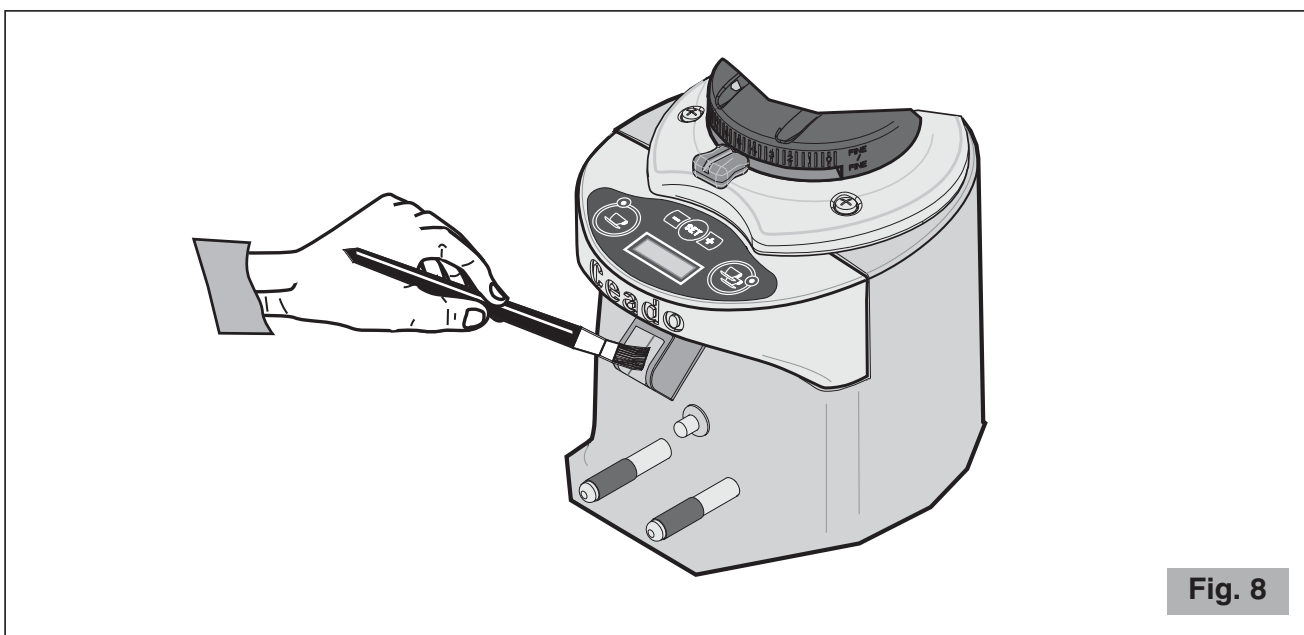

Fig. 8
- Utiliser une brosse ou un pinceau (Fig. 8) pour nettoyer les zones les moins accessibles à son intérieur et un chiffon sec pour les autres surfaces.